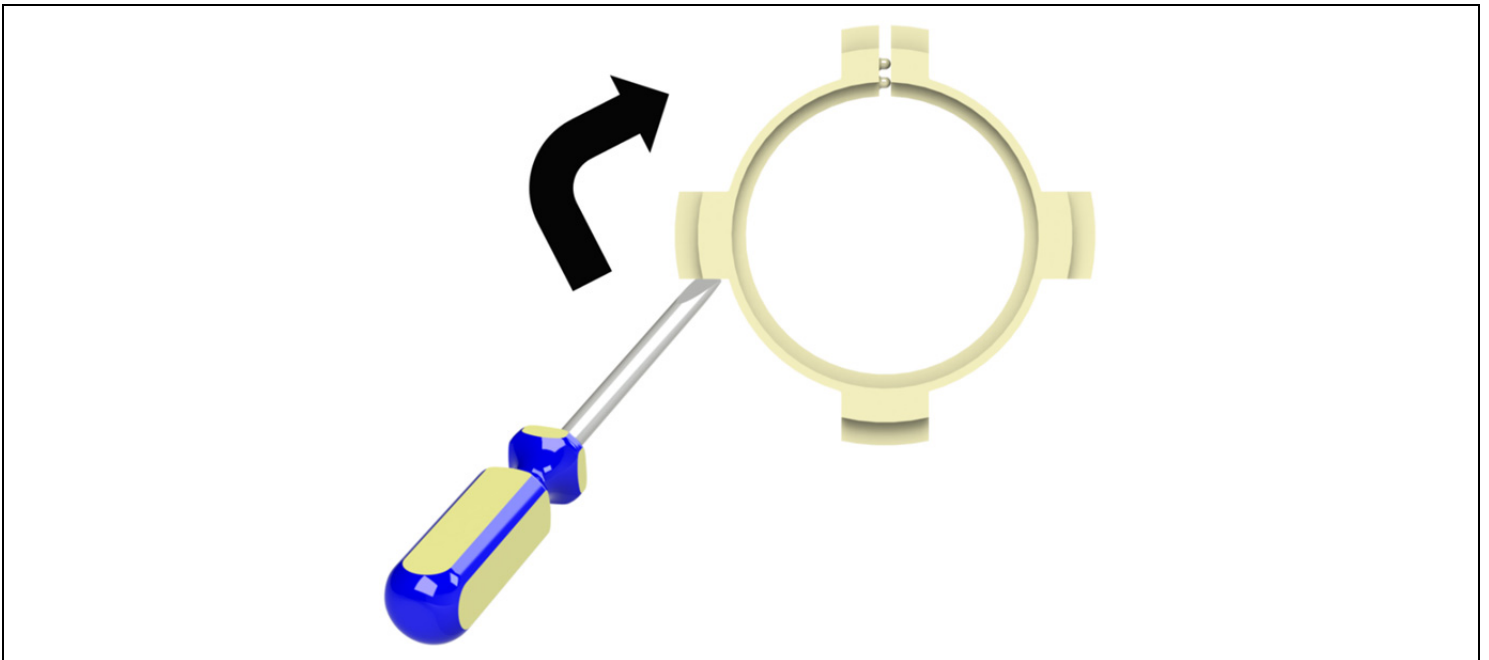
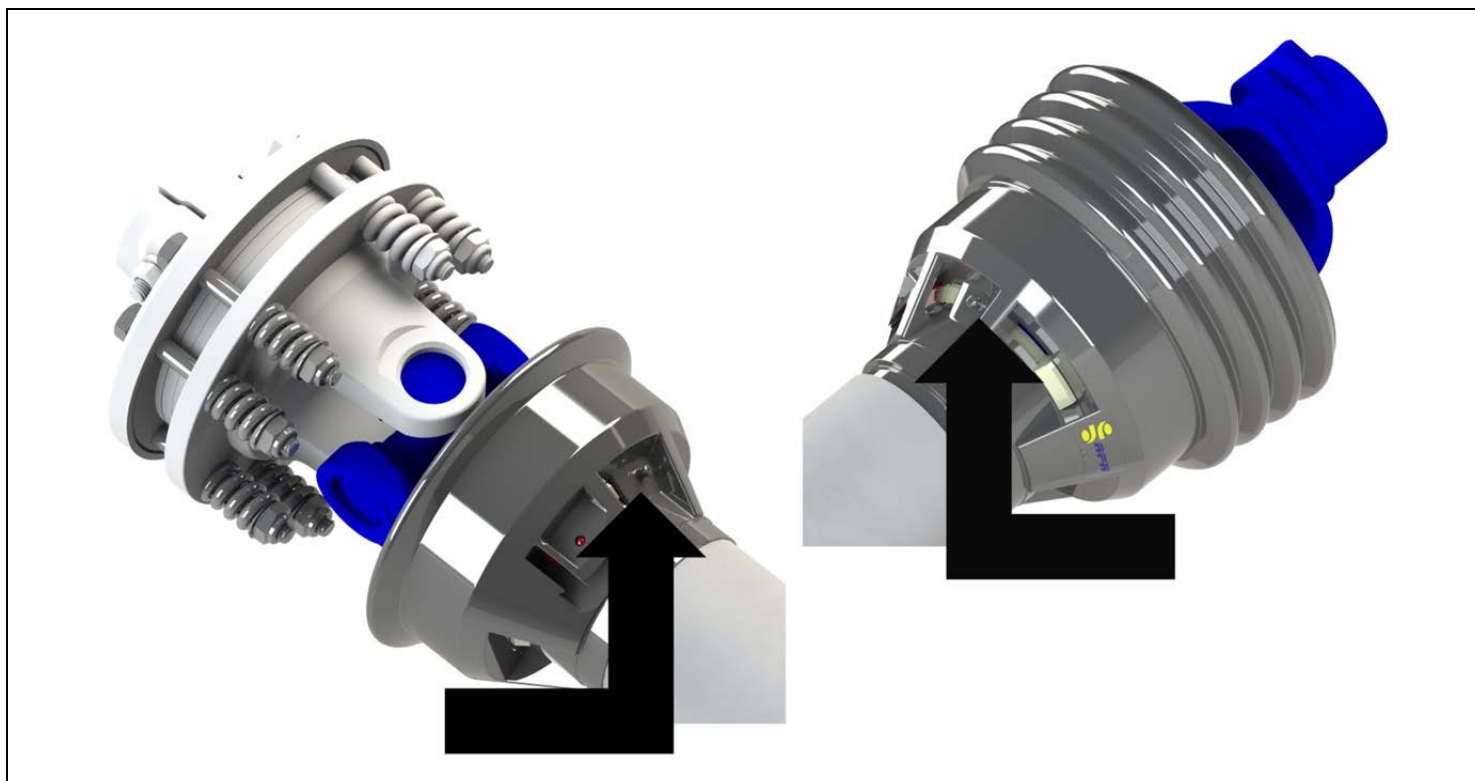
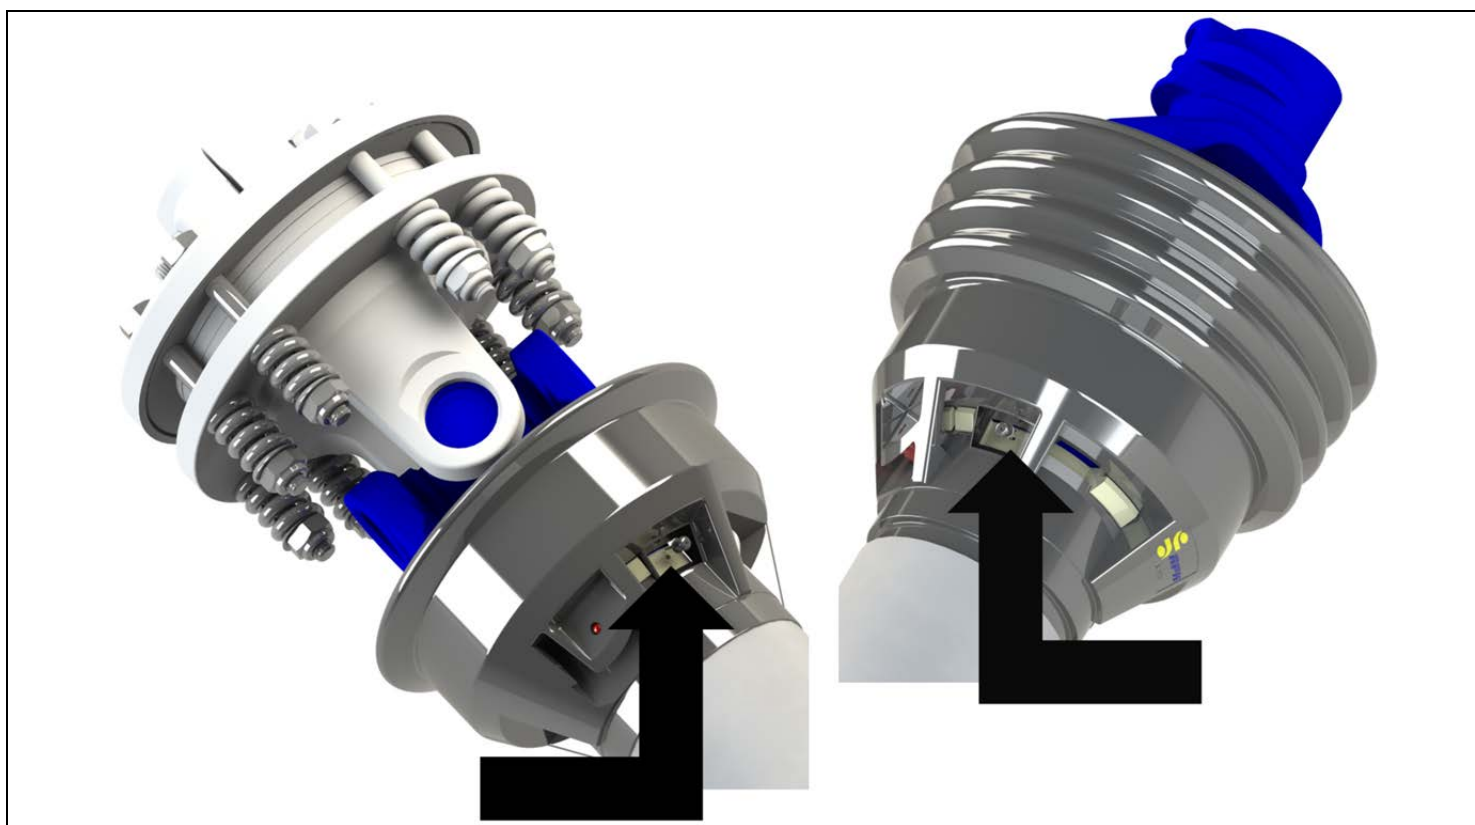

Figura 24. Paso 4 de Desmontaje
Figura 25. Paso 4 de Desmontaje
Figura 26. Paso 4 de Desmontaje
4. Localice las lengüetas de los cojinetes en ambos extremos del eje de transmisión. Inserte la punta de un destornillador de cabeza plana en la muesca que se indica en la *Figura 24*. Gire la lengüeta del cojinete un octavo de vuelta aproximadamente, en el sentido de las agujas del reloj. Asegúrese de que los puertos de engrase de las cubiertas de protección queden alineados con los orificios de engrase de los cojinetes. Para mayor aclaración, consulte la *Figura 25* y la *Figura 26* a continuación.